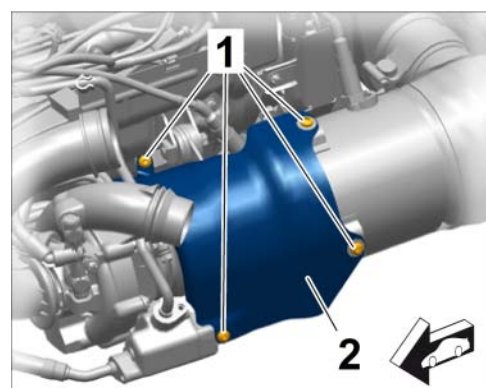

Bild 39
- 7.12 Abschirmblech Turbolader rechts und links $\Rightarrow$ Bild 39 -2- einbauen.